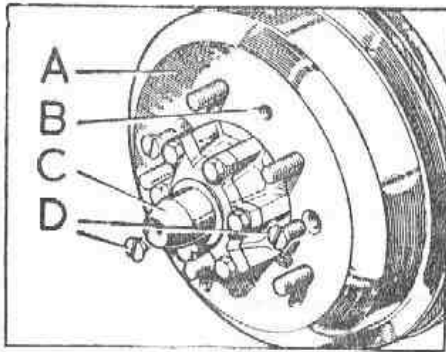

Fig. F-8 Desmontaje del tambor del freno
- 1.5. Desmontar el tambor del freno, soltando los tornillos, D (Fig. F-8).
NOTA: Si se observase alguna dificultad para retirar el tambor de freno, se situará uno de los tornillos, D (Fig. F-8), en el agujero, B, y se apretará el tornillo, al mismo tiempo que se golpea con un mazo la superficie exterior del tambor para despegar.